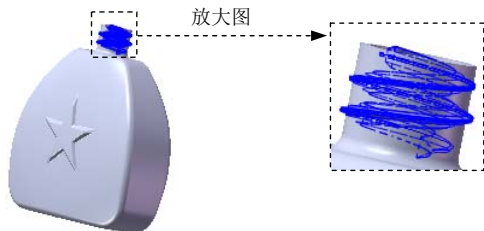

图 3.30.33 扫描 1
Step29. 创建图 3.30.33 所示的零件特征——扫描 1。选择下拉菜单 **插入(I)**  **凸台/基体(B)**  **扫描(S)** 命令，系统弹出“扫描”对话框；在图形区中选取草图 9 为扫描的轮廓线；在图形区中选取螺旋线 1 为扫描的路径；单击对话框中的  按钮，完成扫描 1 的创建。